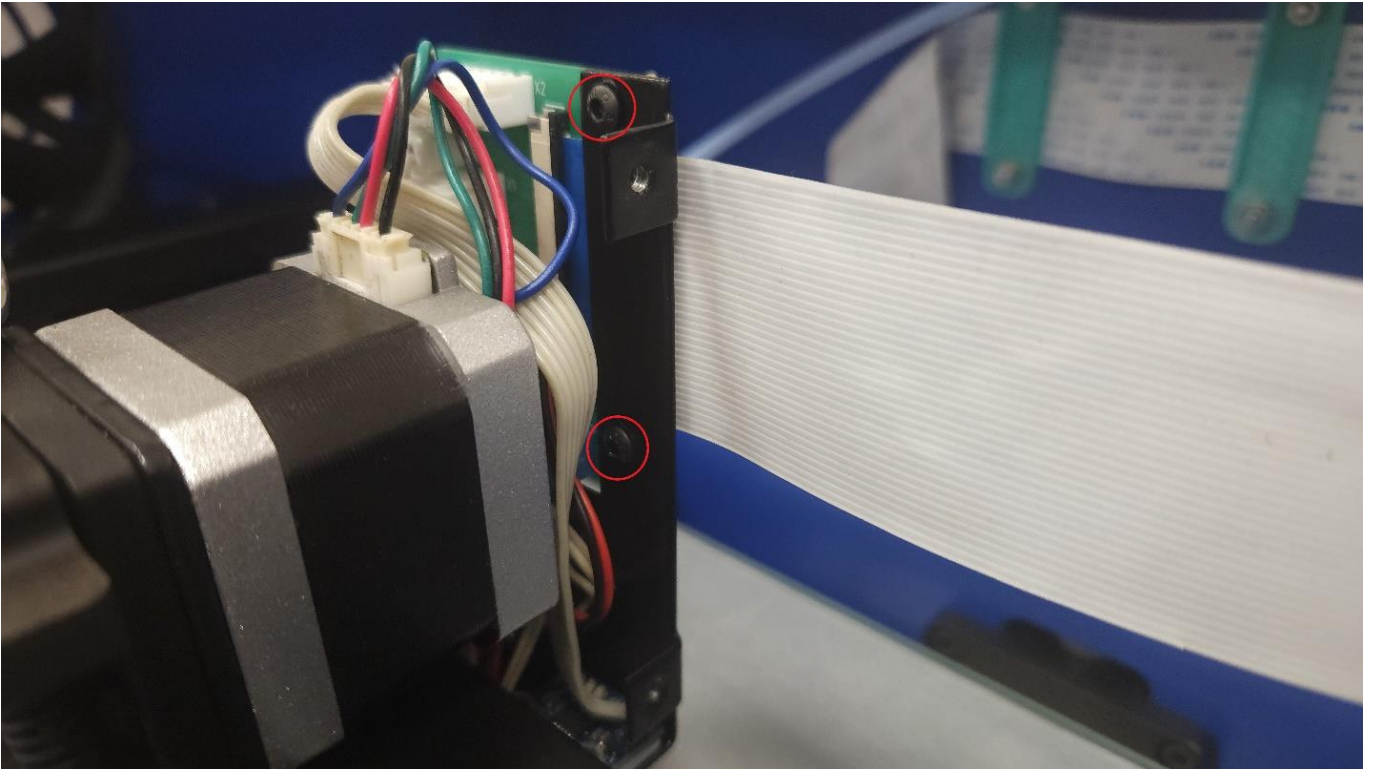

Рисунок 5 — Расположение винтов крепления платы экструдера
6. Шестигранным ключом на 2 и гаечным ключом на 5 ослабьте два винта крепления коммутационной платы экструдера (рисунок 5).